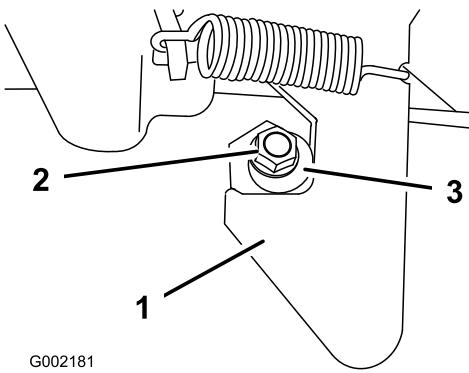

Figura 18
1. Allentate il dado sull'estremità della colonnetta di ancoraggio (Figura 18).
2. Girate la colonna di ancoraggio in senso orario finché non si trova saldamente contro il dispositivo di chiusura, quindi serrate il dado (Figura 18).